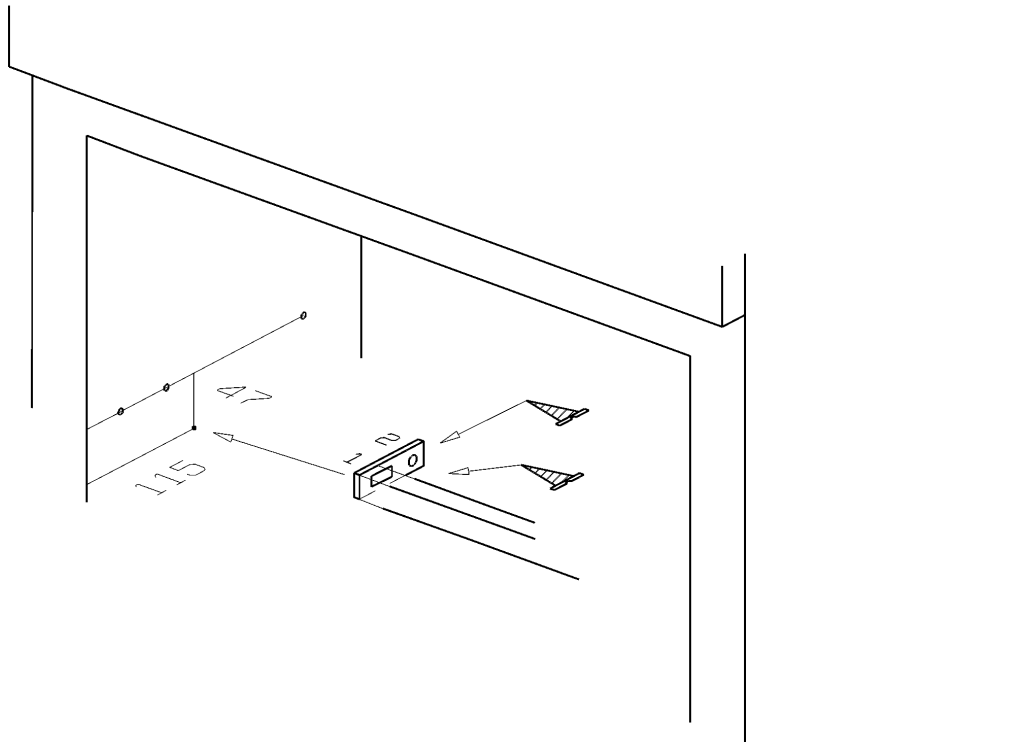

Fig. 4
- En l'absence de tablette, fixer la bride de blocage de la machine (29), comme indiqué à la fig. 4. Fixer la vis 1 dans l'orifice de la bride, régler la position de cette dernière et la bloquer définitivement avec la vis 2.